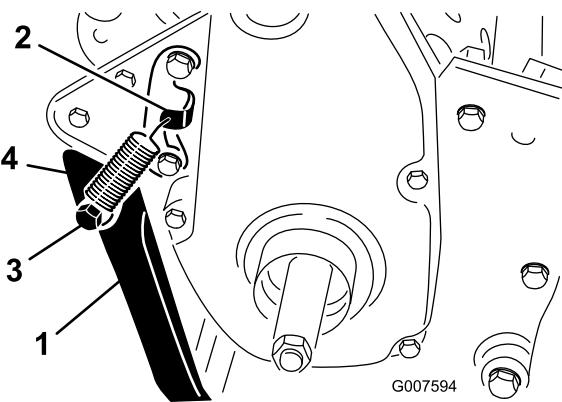

Figura 6
2. Prenda a mola no furo do suporte da mola e na fixação da mola alinhando a cavilha da mola com os furos de montagem na parte traseira do chassis (Figura 6).
3. Monte o apoio em cada lado do chassis com um parafuso, espaçador, anilha de cabeça chata e porca de bloqueio (Figura 6).